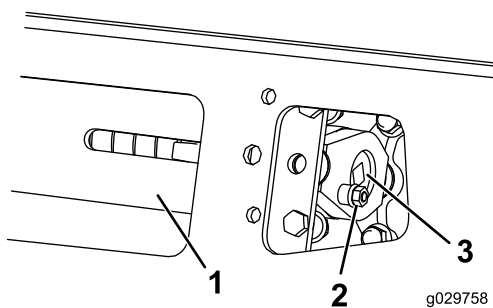

**Figura 58**
Verificate che il blocco tenditore sia allineato con la guida verde sull'adesivo oppure che il blocco si trovi a una distanza di 1,3 cm dalla parte posteriore della scanalatura del tubo tenditore (Figura 58).
4. Utilizzando un cricchetto di trasmissione da  $\frac{1}{2}$ " ruotate la vite di tensione, fino a quando il blocco tenditore non si allinea con la guida verde sull'adesivo, oppure non si trova a una distanza di 1,3 cm dalla parte posteriore della scanalatura del tubo tenditore (Figura 58).
8. Verificate che il blocco tenditore sia allineato con la guida verde dell'adesivo oppure si trovi a una distanza di 1,3 cm dalla parte posteriore del tubo tenditore per entrambi i cingoli (Figura 58). All'occorrenza regolate.